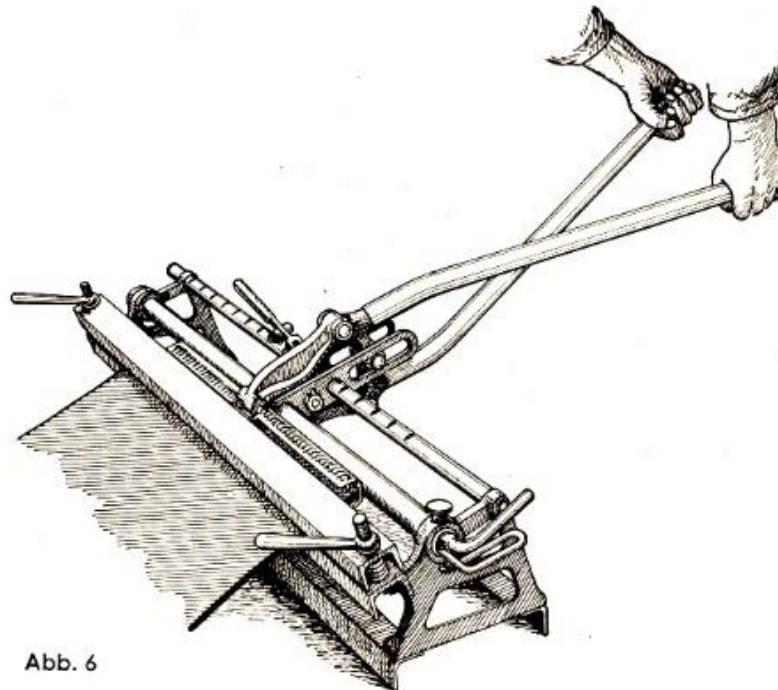

Abb. 6
15. Mäßiges Eindrücken der Haken mit der Preßzange (etwa 5—8 mm tief), von rechts beginnend, über die ganze Bandbreite (Vorpressen) (Abb. 6); Abreißen des Kartonstreifens